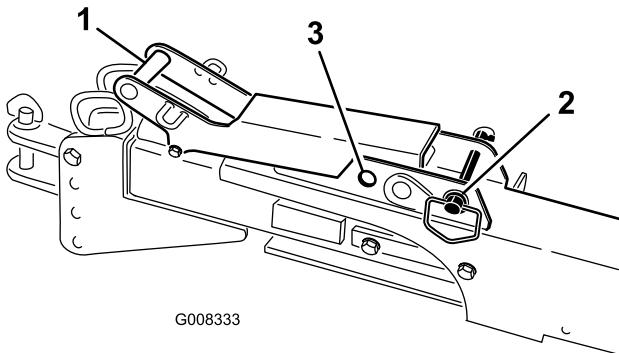

Figure 21
- Vérifiez que la goupille de la poignée de verrouillage est en position déverrouillée (arrière) (Figure 21).
Remarque: Verrouillez l'ensemble d'attelage en position étendue en plaçant la goupille de la poignée de verrouillage en position avant (verrouillée) (Figure 21).